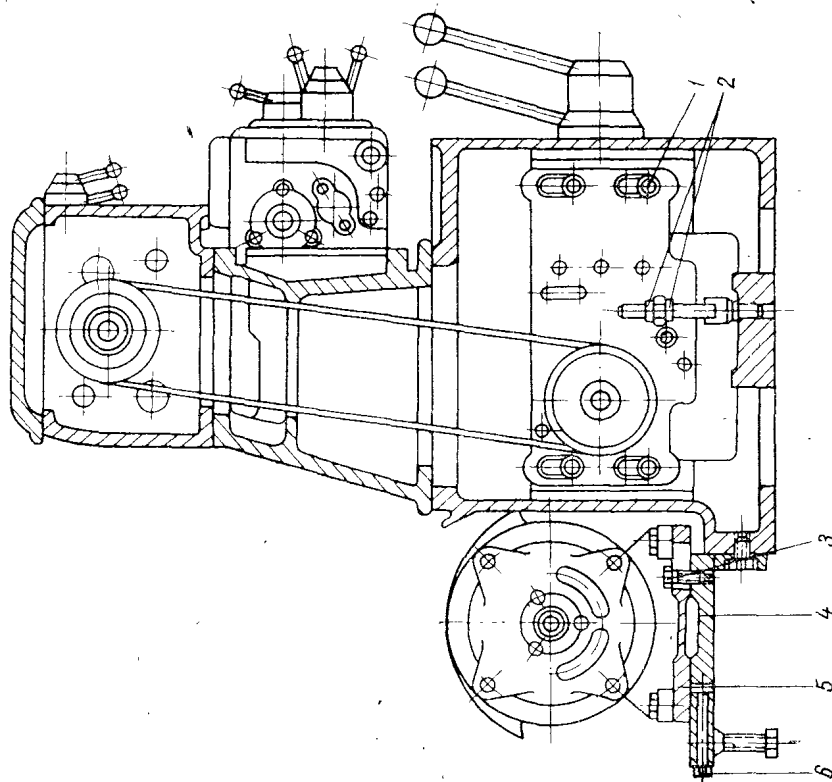

Рис. 16.
3. Натяжение ремней коробки скоростей регулируют следующим образом: отвинчивают винты 1 (рис. 16), крепящие плиту коробки скоростей к внутренней стенке тумбы станка, и при помощи гаек 2 регулируют натяжение ремней. После этого завинчивают винты 1.
4. Натяжение ремней электродвигателя регулируется перемещением плиты 5 с электродвигателем по кронштейну 4 в горизонтальной плоскости (см. рис. 16). Для этого необходимо отвинтить винты 3 и при помощи винтов 6 создать необходимое натяжение ремней, после чего закрепить винты 3.